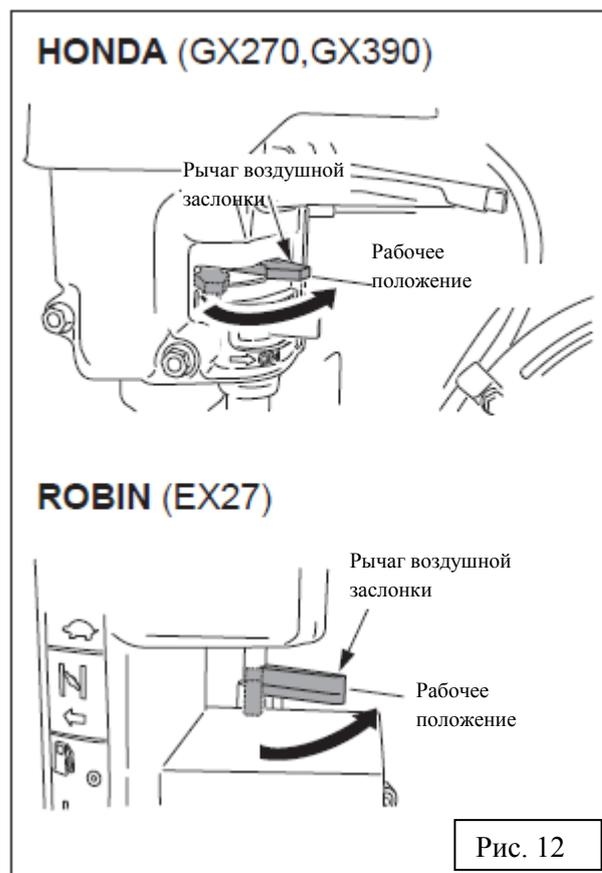

Рис. 12
7. После пуска двигателя постепенно верните воздушную заслонку в открытое положение (рис. 12).